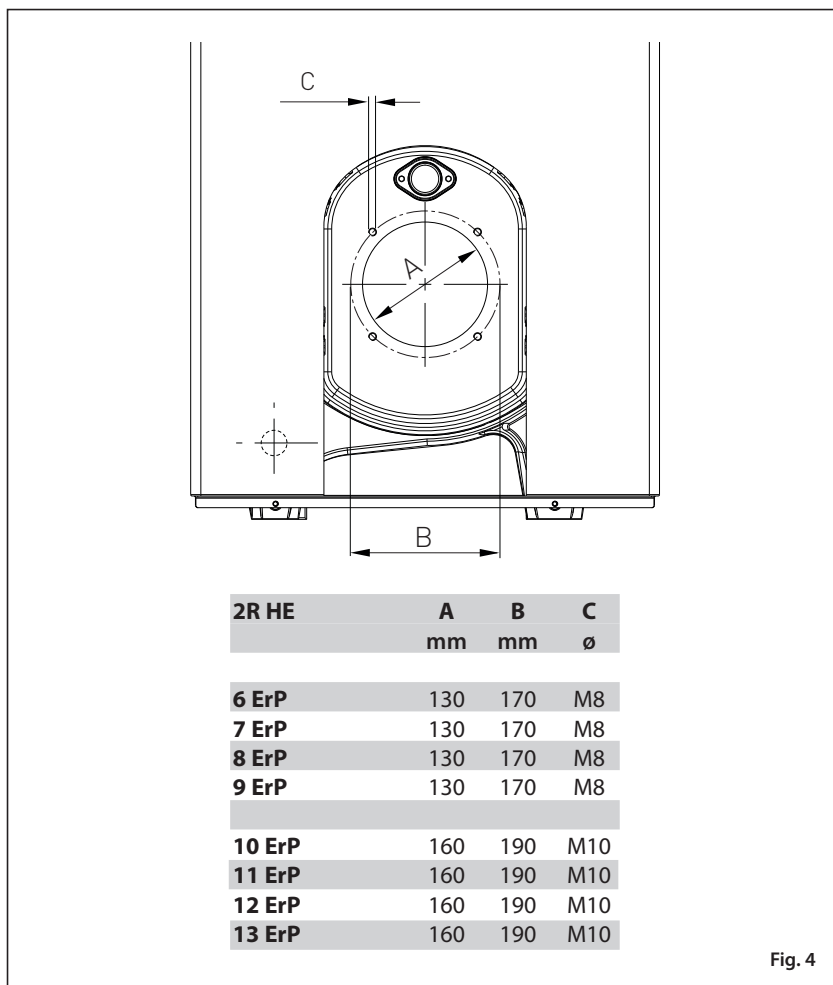

Fig. 4
1.5.1 Montarea arzătorului (fig. 4)